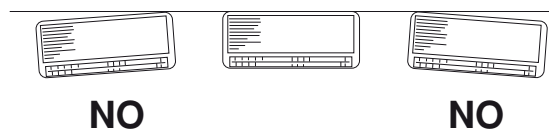

**Fig. 13a**
- (1) Applicare il pannello posteriore al muro con le 8 viti in dotazione (Fig. 13a o 13b).